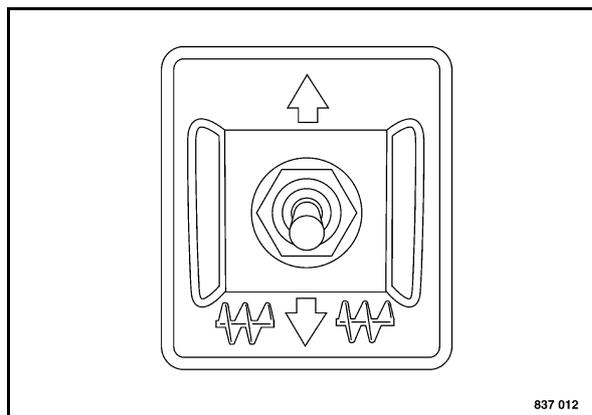

Fig. 84
- Impostare l'altezza della coclea a un livello superiore di 30 - 60 mm rispetto a quello della piastra lisciante (Fig. 84).